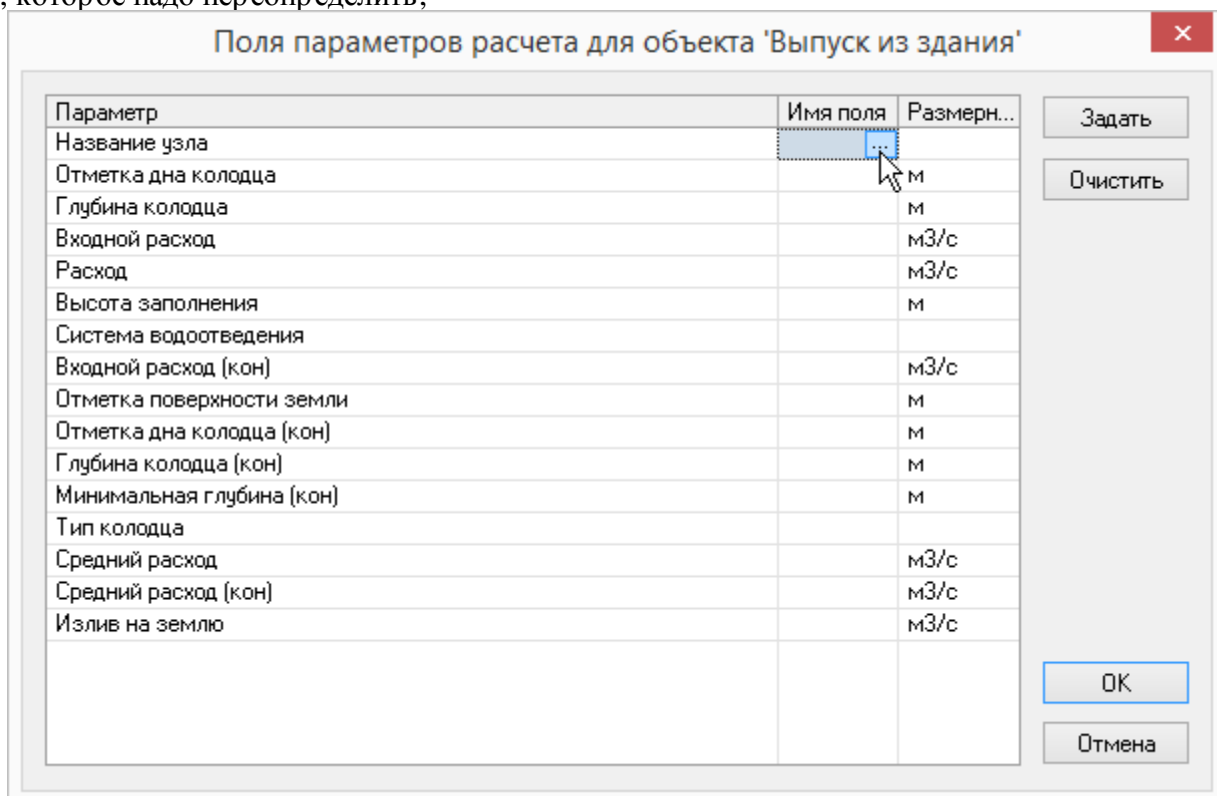

Рисунок 58. Настройка полей для расчета
3. В появившемся окне (**Рисунок 58, «Настройка полей для расчета»**) выберите имя поля, которое надо переопределить;